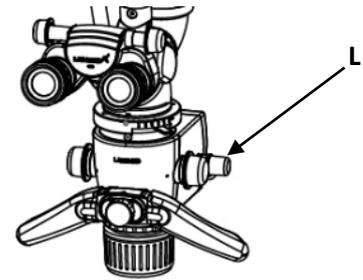

Fig. 42
Reportez-vous à la Fig. 42 (L). Le bouton de changement de filtre est situé sur le côté gauche du boîtier du magnichanger. Tournez le bouton pour changer la position du filtre en jaune, bleu, vert, Truelux ou sans filtre.